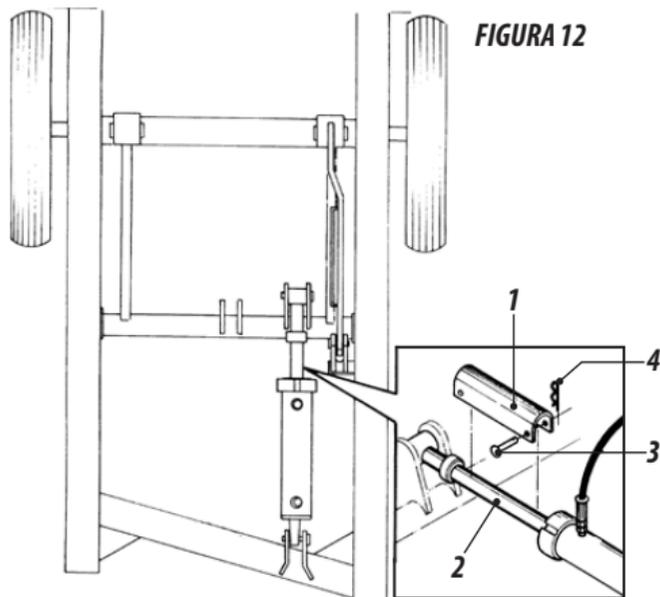

FIGURA 12
5 - Ao transportar o implemento coloque o suporte, item 1 figura 12, na haste do pistão item 2 e trave com os pinos item 3 e contrapino item 4.